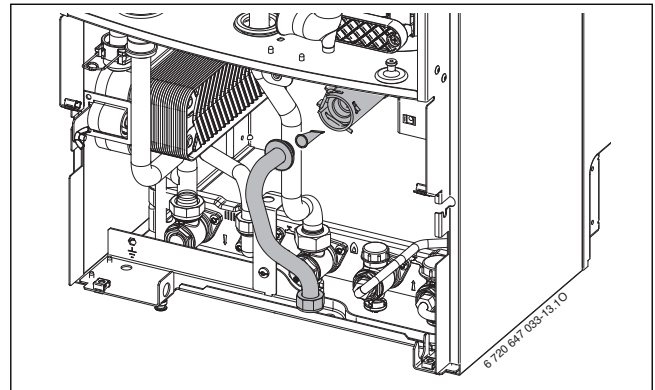

Fig. 65
- ▶ Contrôler l'encrassement du filtre à l'entrée eau froide sanitaire (→ fig 65).